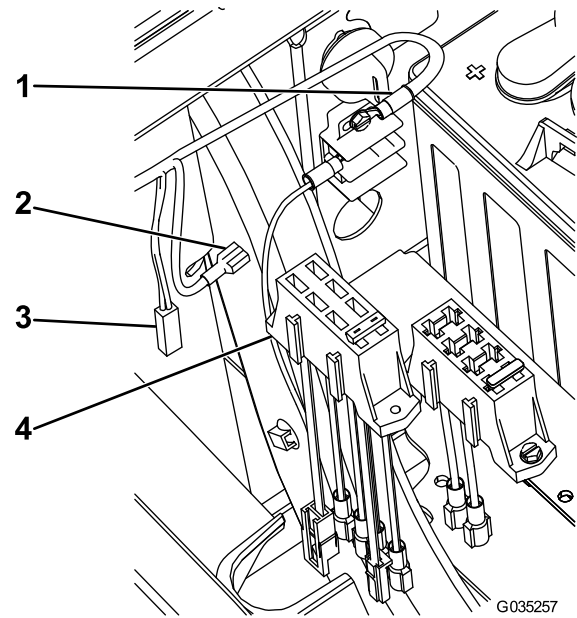

Figura 17
- Para máquinas com número de série **403448001 e anteriores**, encaixe o novo bloco de fusíveis no bloco de fusíveis existente na máquina (Figura 17).
3. Ligue o conector grande no novo bloco de fusíveis ao cabo de potência opcional no bloco de fusíveis existente (Figura 17).
7. Ligue o restante fio ao fio do fusível no novo bloco de fusíveis (Figura 17).
- **Para máquinas com número de série 403448001 e anteriores**, encaixe o novo bloco de fusíveis no bloco de fusíveis existente na máquina (Figura 17).
2. Ligue o conector grande no novo bloco de fusíveis ao cabo de potência opcional no bloco de fusíveis existente (Figura 17).
6. Ligue o restante fio ao fio do fusível no novo bloco de fusíveis (Figura 17).